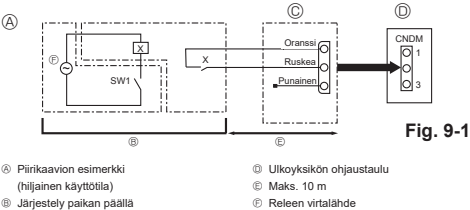

Fig. 9-1
- ① Piirikaavion esimerkki (tarvetointo)
- ② Järjestely paikan päällä
- ③ Ulkoinen sisäntuloadapteri (PAC-SC36NA-E)
- ④ Ulkoyksikön ohjaustaulu
- ⑤ Maks. 10 m
- ⑥ Releen virtalähde
9.1. Hiljainen käyttötila (muutostyö paikan päällä) (Fig. 9-1)